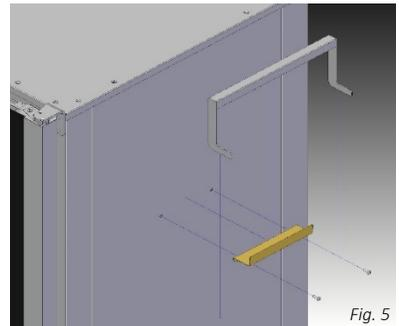

Fig. 5
- Fixez le support en position de verrouillage avec la vis insérée dans l'emballage ; elle est utilisée pour suspendre la poignée du chariot (fig. 5).